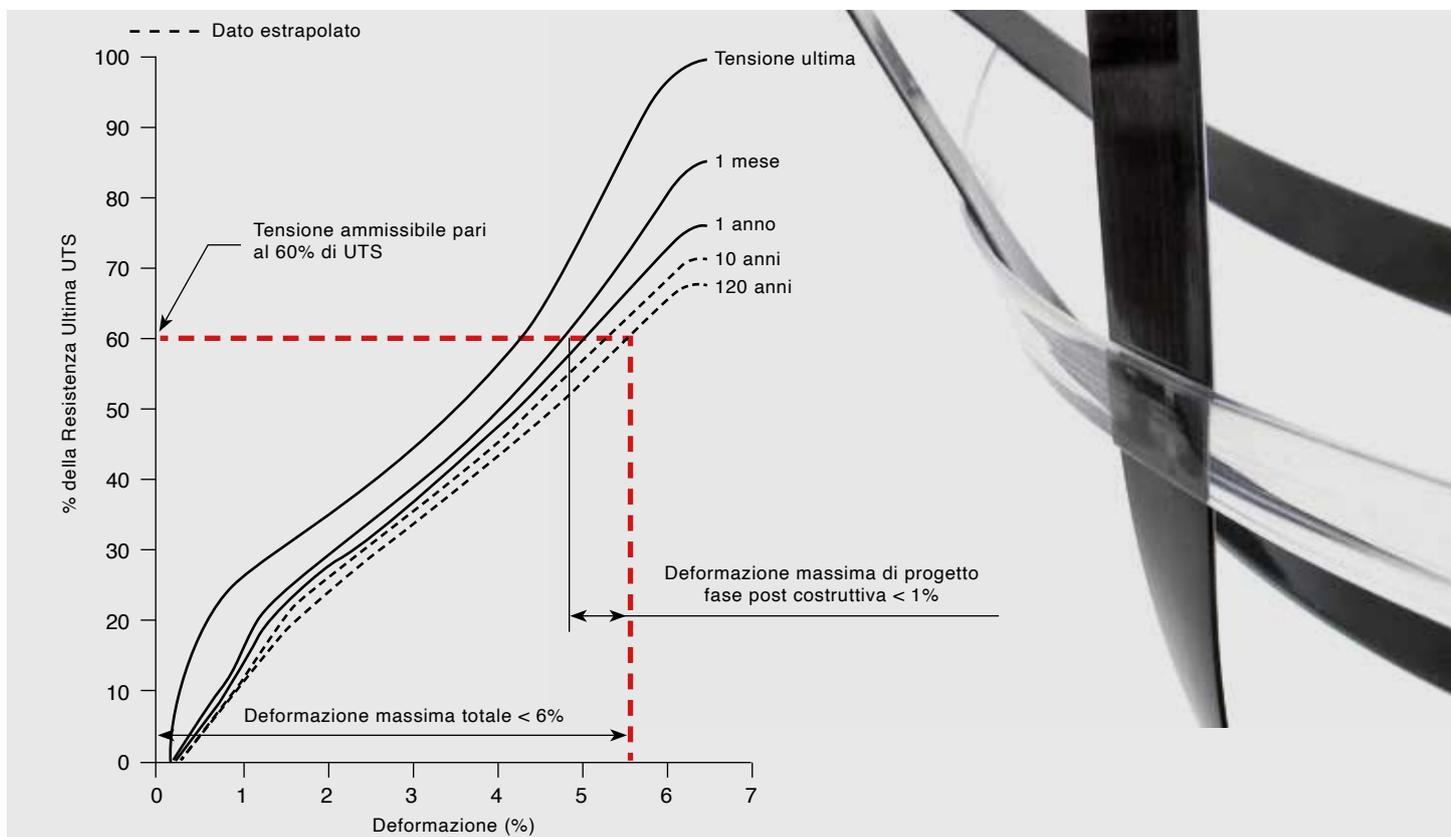

Fig. 2: Curve isocrone **Enkagrid® PRO**: esempio di valutazione della deformazione totale ed in fase post costruttiva
Le caratteristiche meccaniche a breve termine di un rinforzo costituiscono un punto di partenza essenziale per il suo dimensionamento. Per conoscere però quale sarà il suo comportamento nel medio/lungo termine è essenziale avere a disposizione le sue specifiche "curve isocrone". Tali curve consentono di individuare con chiarezza il comportamento nel tempo di una specifica geogriglia e quindi comprendere il suo livello qualitativo e la sua affidabilità. Esaminando il grafico di fig. 2 si può osservare come l'**Enkagrid® PRO** presenti una bassa deformazione complessiva ed una bassissima deformazione post costruttiva.
- ( $P_c$ ): resistenza del rinforzo  $t_{ult}$  ridotta per effetti di creep in base alla vita utile dell'opera e dimensionata in base alle curve isocrone (vedi fig. 2)